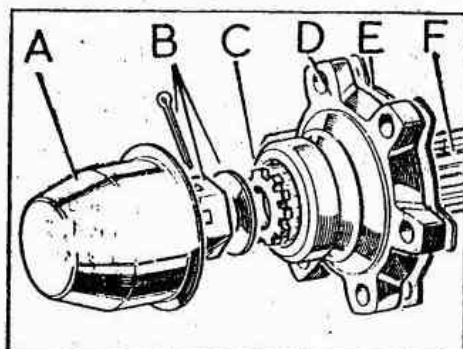
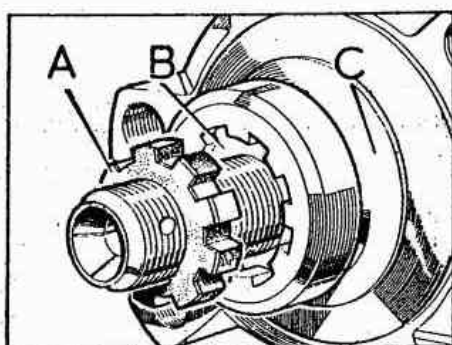

Fig. E -5 - Semieje trasero
Fig. E -6 - Retén de aceite de la brida
- 1.1. Con el destornillador ejercer palanca y extraer el tapacubos, A (Fig. E -5).
- 3.1. Montar la brida, D (Fig. E -5) en el semieje, F, asegurándose que el retén de aceite A (Fig. E -6), queda con la parte de caucho hacia la parte exterior.
- 3.2. Apretar la tuerca, B (Fig. E -5) de fijación de la brida, -- con una tensión de 10 a 15 lbs. (1,4 a 2 mkg) y fijarla por medio de una clavija nueva.
- 3.3. Instalar a presión el tapacubos, A, (Fig. E -5)